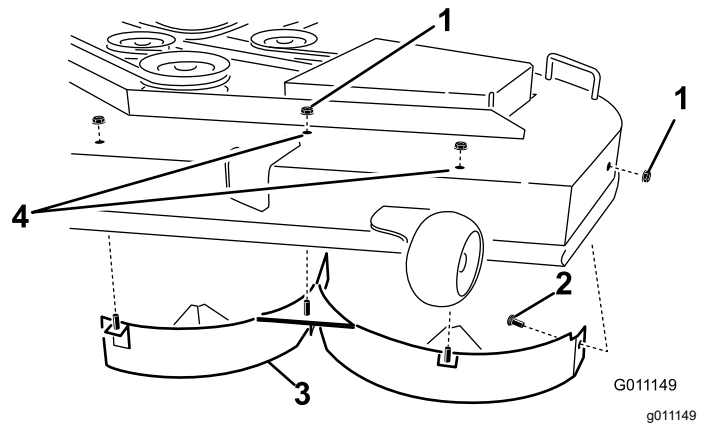

Figura 17
4. Rimuovete i 3 dadi di bloccaggio (5/16") fissati sui perni saldati del deflettore sinistro in posizione centrale, a sinistra del centro ed estrema sinistra, sulla parte superiore del piatto di taglio (Figura 17).
5. Rimuovete il bullone a testa tonda e il dado di bloccaggio che fissano il deflettore sinistro al lato del piatto di taglio (Figura 17).
6. Staccate il deflettore di sinistra dal piatto di taglio (Figura 17).
7. Individuate i 2 bulloni tra le parti sciolte e utilizzate i dadi di bloccaggio esistenti e montate questi elementi di fissaggio nei fori illustrati nella Figura 17, sul piatto di taglio, per prevenire il rischio di detriti volanti.